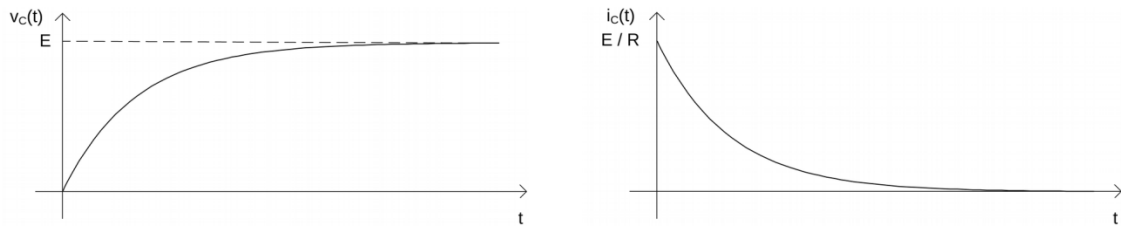

Figura 3 – Curvas de carregamento do capacitor.
O comportamento destas duas grandezas elétricas no tempo pode ser observado na Figura 3. Em  $t = 0s$ , substituindo nas equações (2) e (3) se obtém  $v_c(0) = 0$  e  $i(0) = I_{\max} = E/R$ . Após aproximadamente cinco constantes de tempo ( $5\tau$ ),  $v_c(5\tau) = E$  e  $i(5\tau) = 0$ .